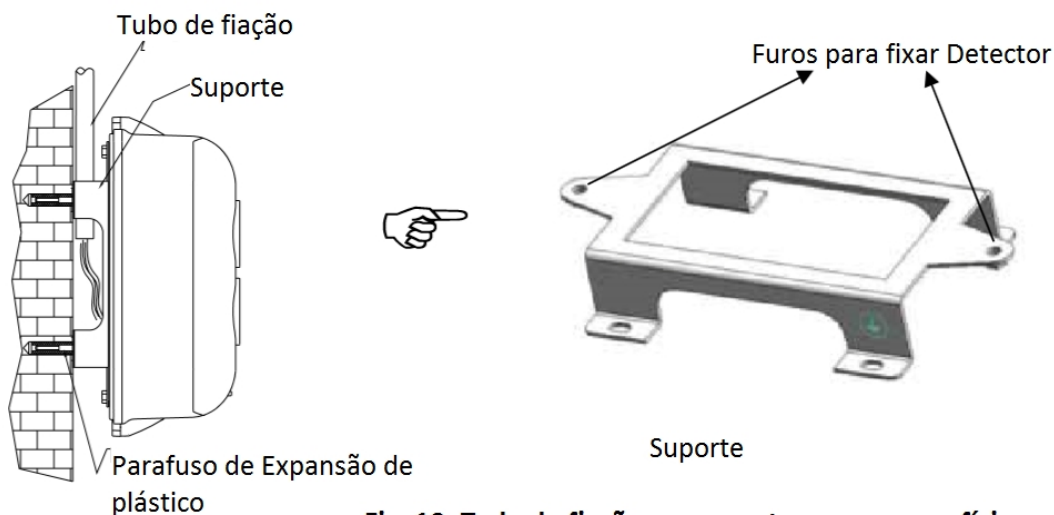

Fig. 10- Tudo de fiação para montagem na superfície
- (2) Tubo de fiação montados na parede
- Métodos de montagem são exibidos na Fig. 10.